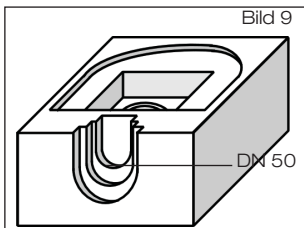

Bild 9
2.1 Wärmedämmblock entsprechend der Nennweite aussparen. Obere Kontur: DN 50 (Bild 9). Mindestdicke Wärmedämmung DN 50: 80 mm
3.1 Wärmedämmblock entsprechend der Nennweite aussparen. Obere Kontur: DN 50 (Bild 9). Mindestdicke Wärmedämmung DN 50: 80 mm